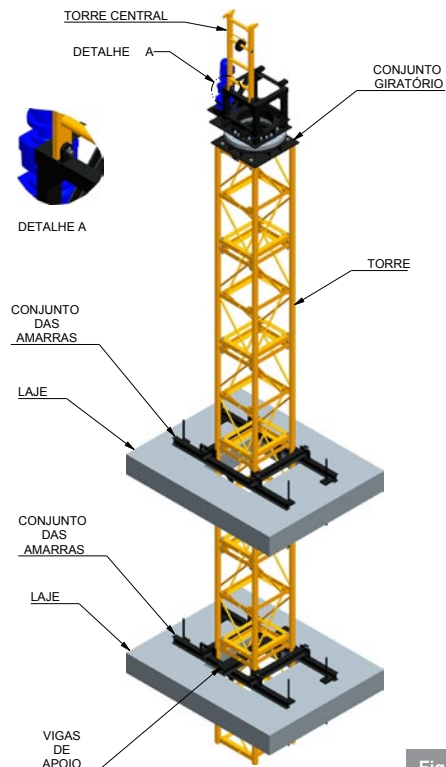

Figura 4
- Montar a Torre Central no Conjunto Giratório com pinos e cupilha (Figura 4);